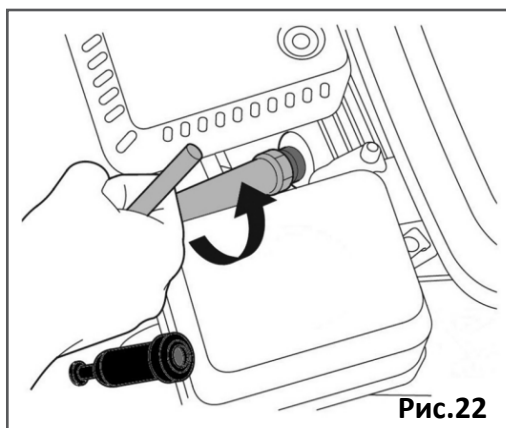

Рис.22
- Открутите свечу зажигания свечным ключом (Рис. 22).